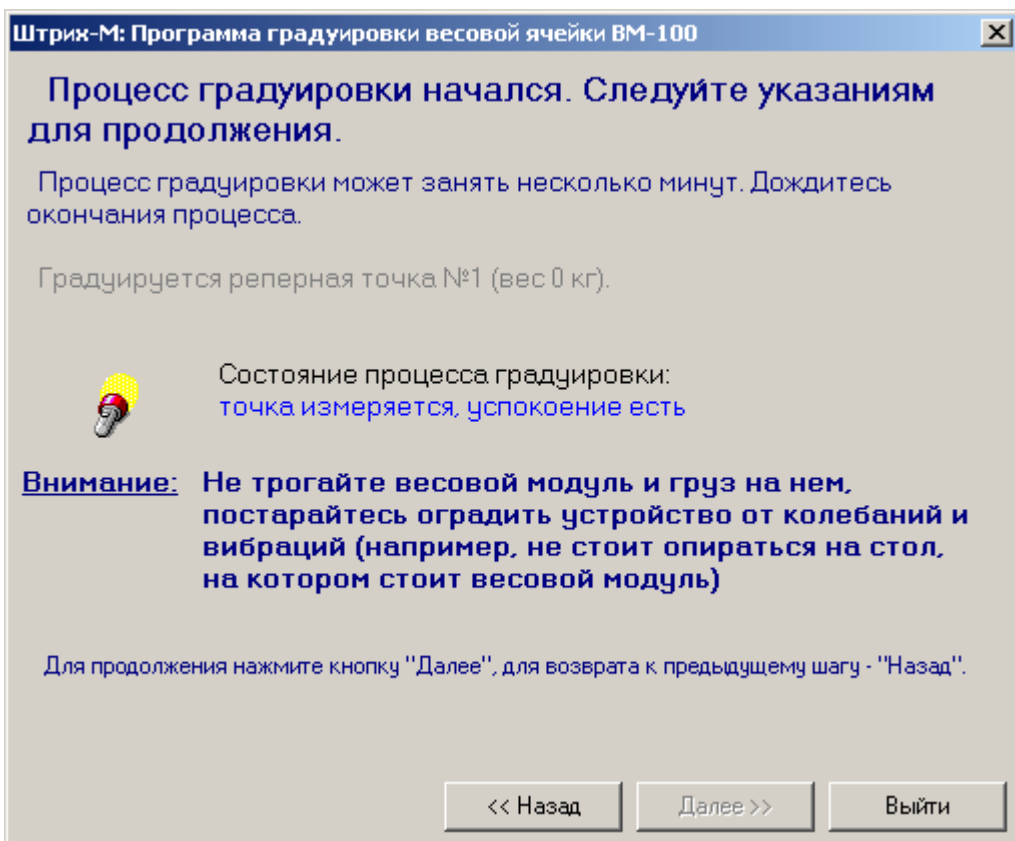
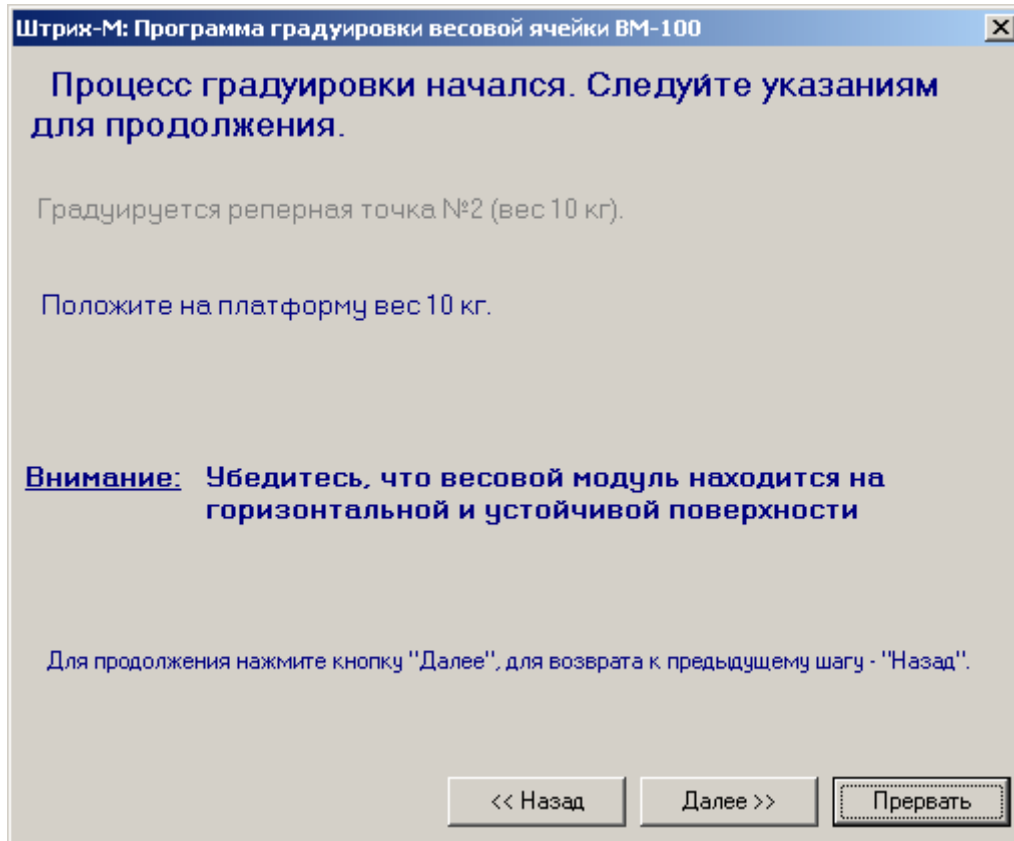
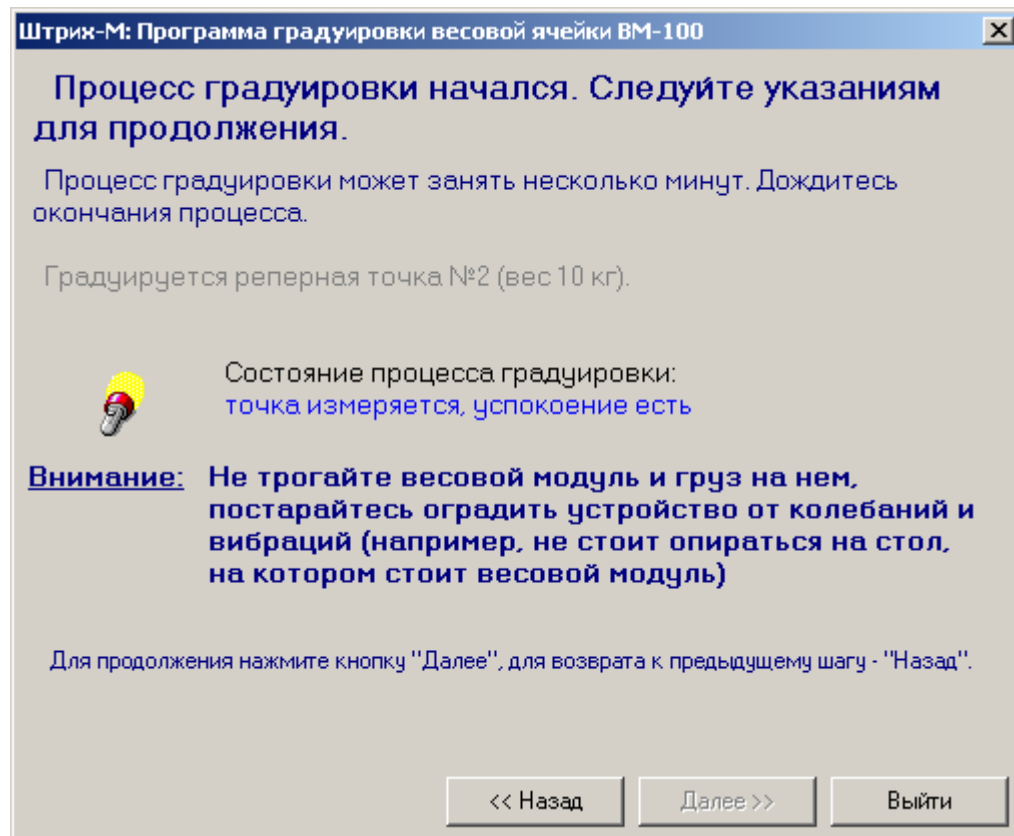
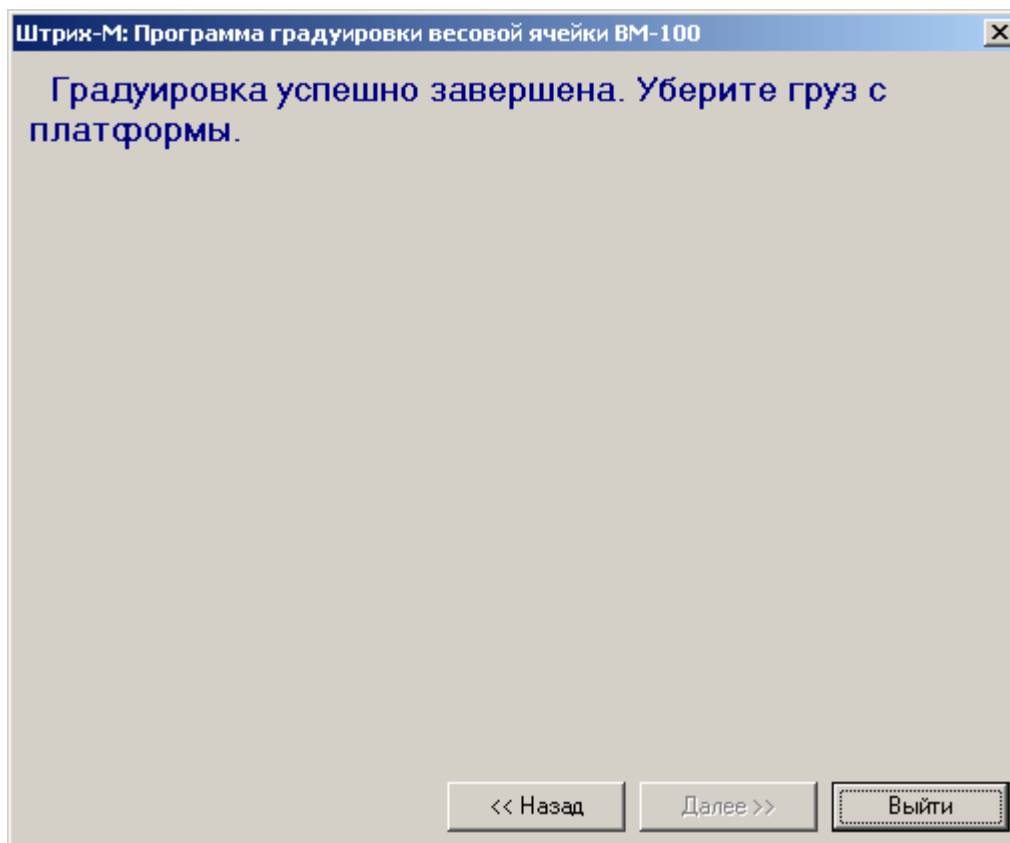

Рисунок 20
Рисунок 21
Рисунок 22
Рисунок 23
9. Убедитесь, что платформа весов пуста. Внимательно прочтите сообщения, отображаемые программой градуировки. Затем нажмите кнопку «Далее». Начнется процесс обработки первой реперной точки, см. Рисунок 20.
10. Внимательно прочтите сообщения, выводимые программой градуировки весового модуля на экран. Дождитесь окончания обработки первой реперной точки (см. Рисунок 20), затем нажмите кнопку «Далее». Программа градуировки перейдет к подготовке обработки следующей реперной точки – точки N 2, см. рисунок 21.
11. Необходимый для градуировки реперной точки №2 вес может быть различным и зависит от типа весов Штрих РС-200С2. Прочитайте внимательно, какой вес запросила программа, и нагрузите этим весом весы, см. Рисунок 21. Затем нажмите кнопку «Далее». После этого начнется процесс градуировки второй реперной точки, см. Рисунок 22.
12. Внимательно прочтите сообщения, выводимые программой градуировки весового модуля на экран в процессе обработки реперной точки N 2, см. Рисунок 22. После окончания обработки второй реперной точки уберите груз с платформы и нажмите клавишу «Выйти», см. рисунок 23.